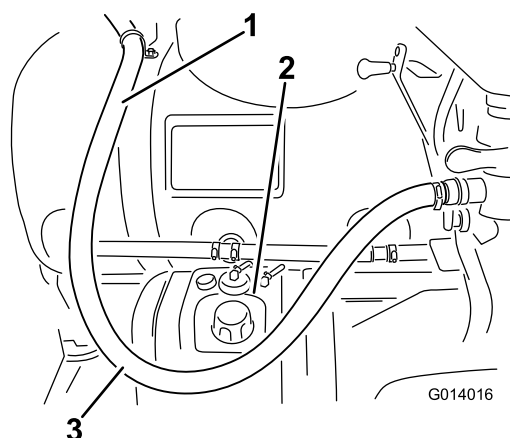

Figura 25
- Esaminate la disposizione del flessibile. Accertatevi che sia sufficientemente lasco come illustrato nella Figura 25 da consentire l'abbassamento del nebulizzatore.